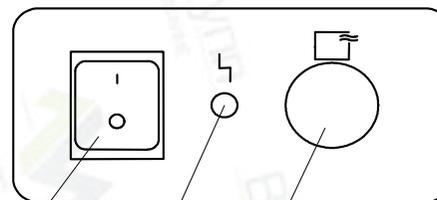

Рисунок 3 - Расположение органов управления стерилизатором на силовой панели:
На задней стенке камеры находятся две заслонки, служащие для забора холодного воздуха и выхода горячего воздуха, управляемые ручкой, расположенной на силовой панели (см. рис. 3) посредством тяг. Удержание двери стерилизатора в закрытом состоянии обеспечивает защелка. Для предотвращения попадания грязного воздуха в стерилизационную камеру, на задней стенке стерилизатора установлен воздушный бактерицидный фильтр.
Установить выключатель (поз. 1, рис. 3) в положение " I ". На блоке управления загорится индикатор (поз. 7, рис. 2), показывающий текущую температуру в стерилизационной камере.
2.3.3 Установить выключатель (поз. 1, рис. 3) в положение " I ". На блоке управления загорится индикатор (поз. 7, рис. 2), показывающий текущую температуру в стерилизационной камере.
2.3.10 По окончании работы стерилизатора установить выключатель в положение "O" (поз. 1, рис. 3).
2.3.11 При работе стерилизатора в режиме сушки (85 °C) необходимо, вытаскивая ручку (поз. 3, рис. 3), открыть заслонку охлаждения. Заслонка должна быть открыта на протяжении всего цикла.